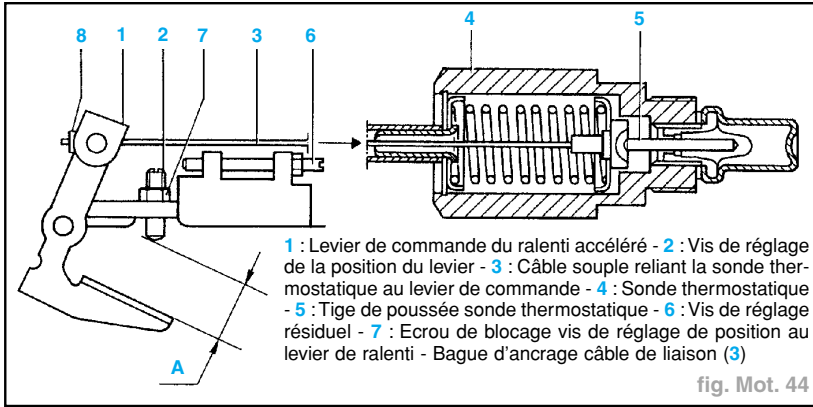

fig. Mot. 44
- Moteur froid, il devra y avoir, entre le bout du levier (1) et la vis de réglage du ralenti accéléré (2), un espace (A) de $2,1 \pm 0,1$ mm (fig. Mot. 44).
- Dans le cas contraire, rétablir l'espace (A) en ajustant les écrous de réglage de la gaine du câble souple (3) ; au besoin, intervenir sur la bague de blocage (8).